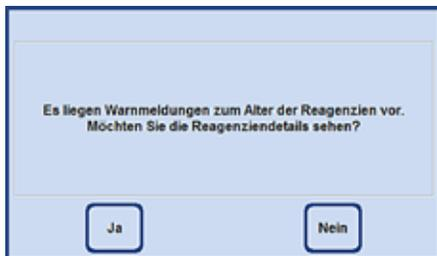

Abb. 223
- Wenn im Reagenzien-Status Schwellenwerte überschritten worden sind, erscheint zum Abschluss des Reinigungsprogrammes eine entsprechende Warnmeldung (Abb. 223).